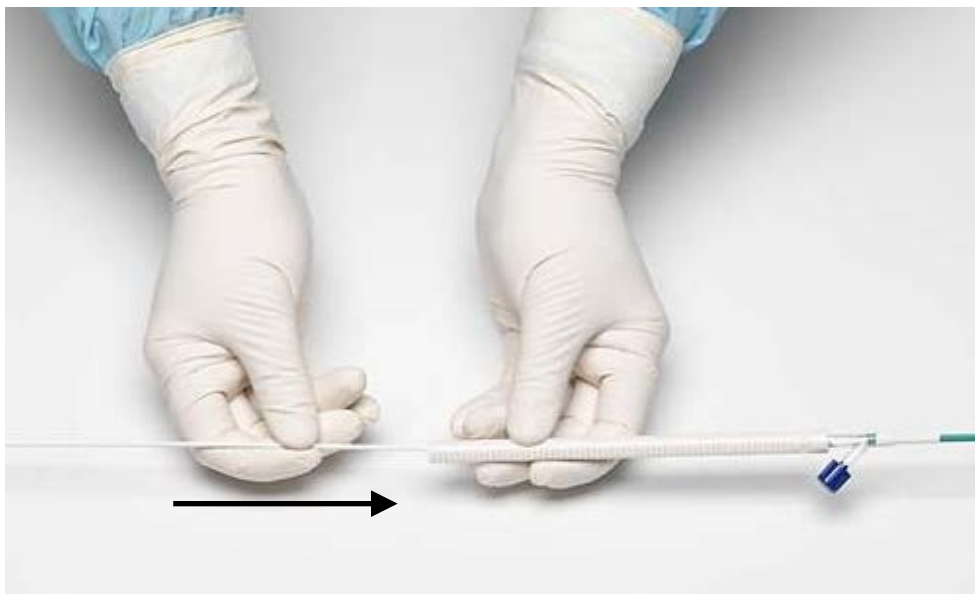

Figura 4.2: Avançar o implante para dentro do cateter de entrega
- b. Avance o implante para fora do cartucho e para dentro do cateter de entrega, avançando manualmente o conjunto bainha/empurrador na extremidade proximal do cartucho. Empurre em pequenos incrementos para não dobrar o conjunto bainha/empurrador (Figura 4.2). Continue a avançar o conjunto bainha/empurrador até a pega e o cartucho se juntarem.